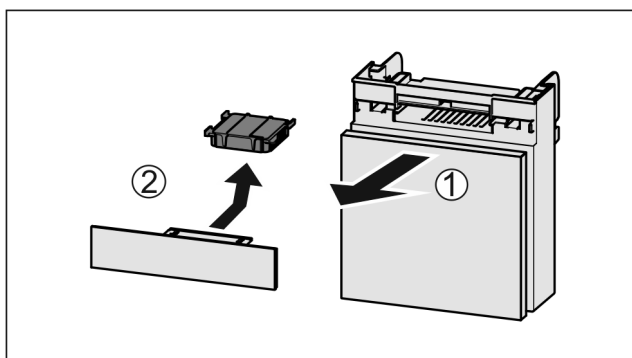

Fig. 144
- Estrarre il vano tirando in avanti Fig. 144 (1).
- Rimuovere il filtro a carboni attivi Fig. 144 (2).